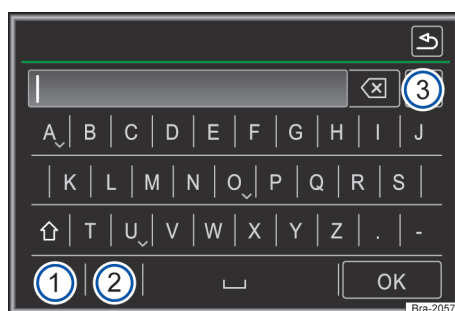

Fig. 120 Representación del principio: máscara de inserción con teclado de display.
En caso de que pueda seleccionarse menos de 99 inserciones, la cantidad de las inserciones restantes se exhibe atrás de la línea de inserción → fig. 120 ③. El toque en este botón de función muestra las inserciones restantes en una lista. Si hay menos de 5 entradas seleccionables, la lista se abre automáticamente.